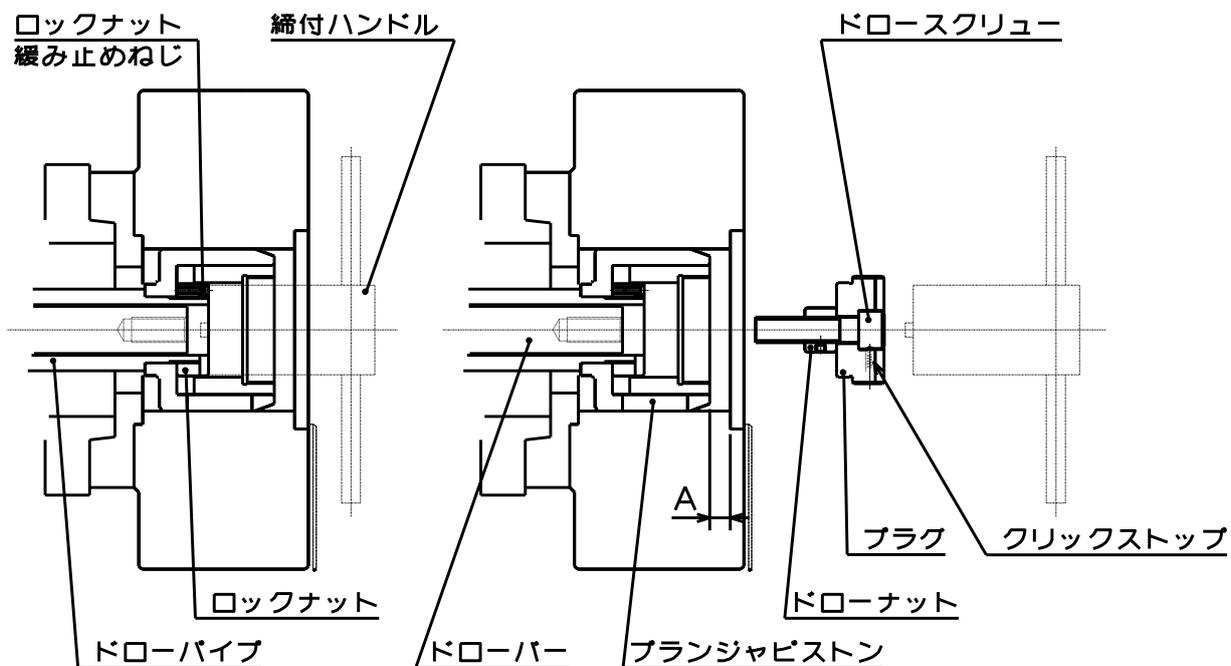

図 19
- ・ シリンダ前進端でのプランジャの適正位置は、図 19 の寸法 A が下表となる位置です。